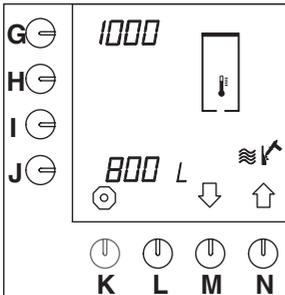

Abb. 51 Entkalkungsmeldung für das Heißwassersystem
- Drücken Sie auf die Wahltaсте (M.)↓, bis Abb.51 im Display erscheint.